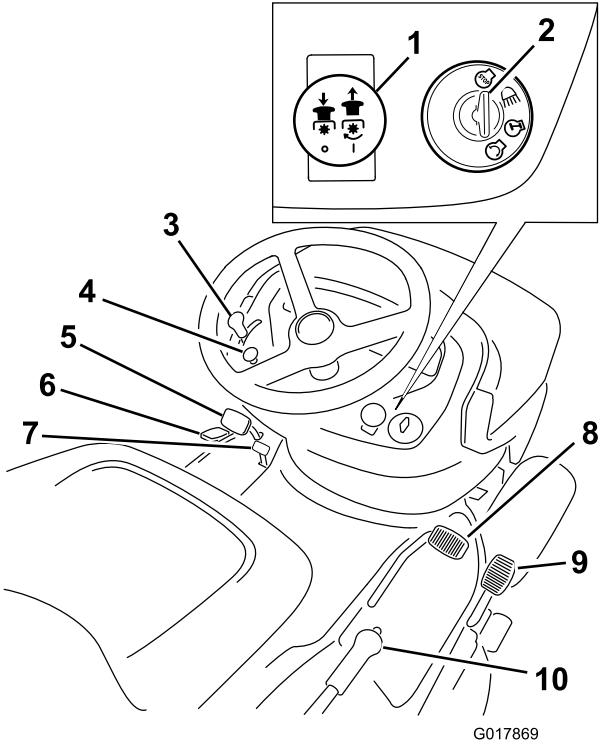

Figura 4
Familiarícese con los controles (Figura 4) antes de poner en marcha el motor y trabajar con la máquina.
1. Pise a fondo el pedal de freno (Figura 4) y manténgalo en esa posición.
1. Pise el pedal del freno (Figura 4).
El contador de horas está situado en el panel de instrumentos (Figura 4) y muestra el número total de horas de operación de la máquina.
2. Tire hacia fuera del pomo de control de las cuchillas (TDF) a la posición de Engranado (Figura 4).
2. Empuje el pomo de control de las cuchillas (TDF) a la posición de Desengranado (Figura 4).
4. Desengrane las cuchillas; consulte Figura 4.